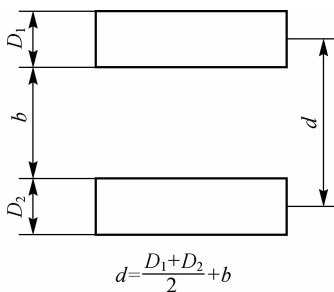

图 3-12 元器件的间距
(6) 元器件的间距。最小间距 d 等于相邻元件的半径(或厚度的一半)之和再加上安全间隙 b (b 为 $1\text{ mm}/200\text{ V}$), 如图 3-12 所示。